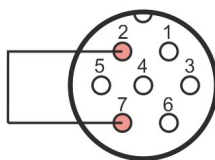

Рисунок 28 - Схема заглушки
- 3) Соединить перемычкой контакты 2 и 7 разъема XP1 (рисунок 28).